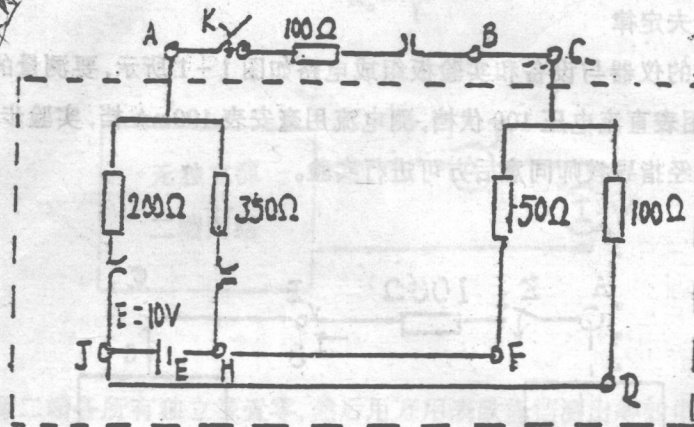

图 1-2
(2) 将电路改接如图 1-2 所示(注意: E 即为稳压电源)
用所学的知识计算出图 1-2 虚线框中的戴维南等效电路的参数,并与实验测量结果相比较,如有误差,分析产生误差的原因。
示波 5-5 档,电压表量程,功率表量程,由图 1-2 中给出。